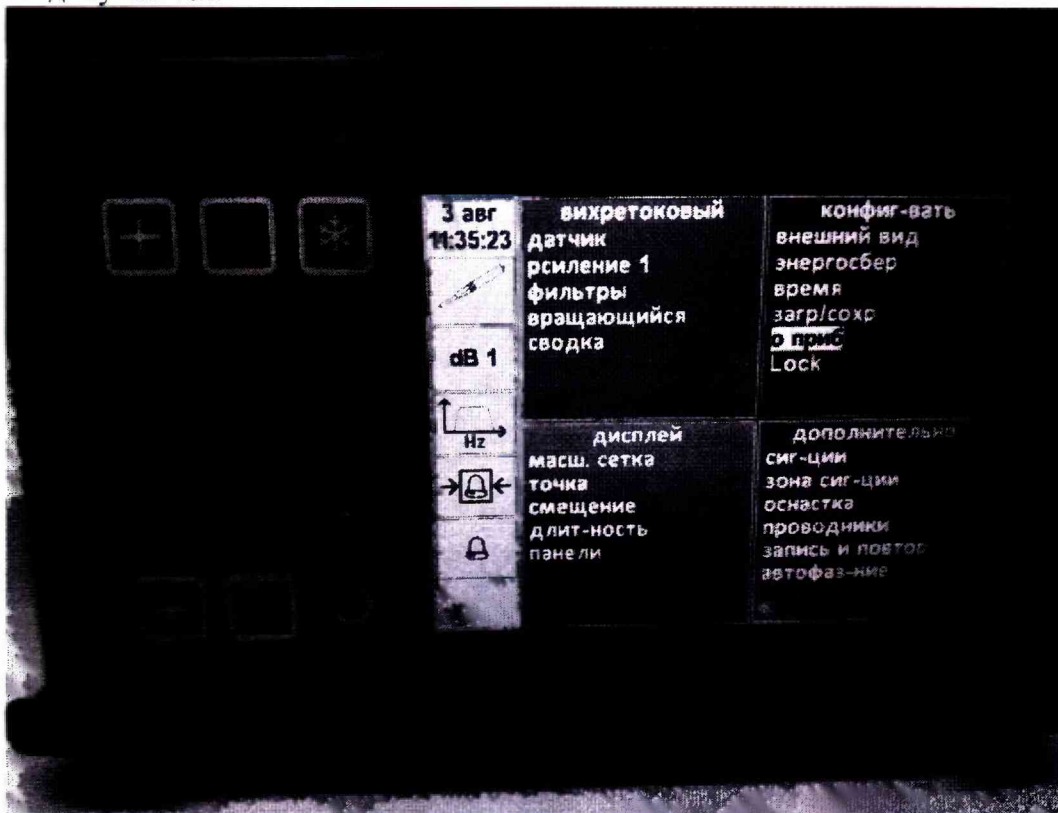

Рисунок 1
- идентификация программного обеспечения (далее – ПО) осуществляется через интерфейс пользователя путём открытия главного меню и выбора подменю «О приборе» (см. рис. 1). Номер версии программного обеспечения должен быть не ниже 2.4.1.